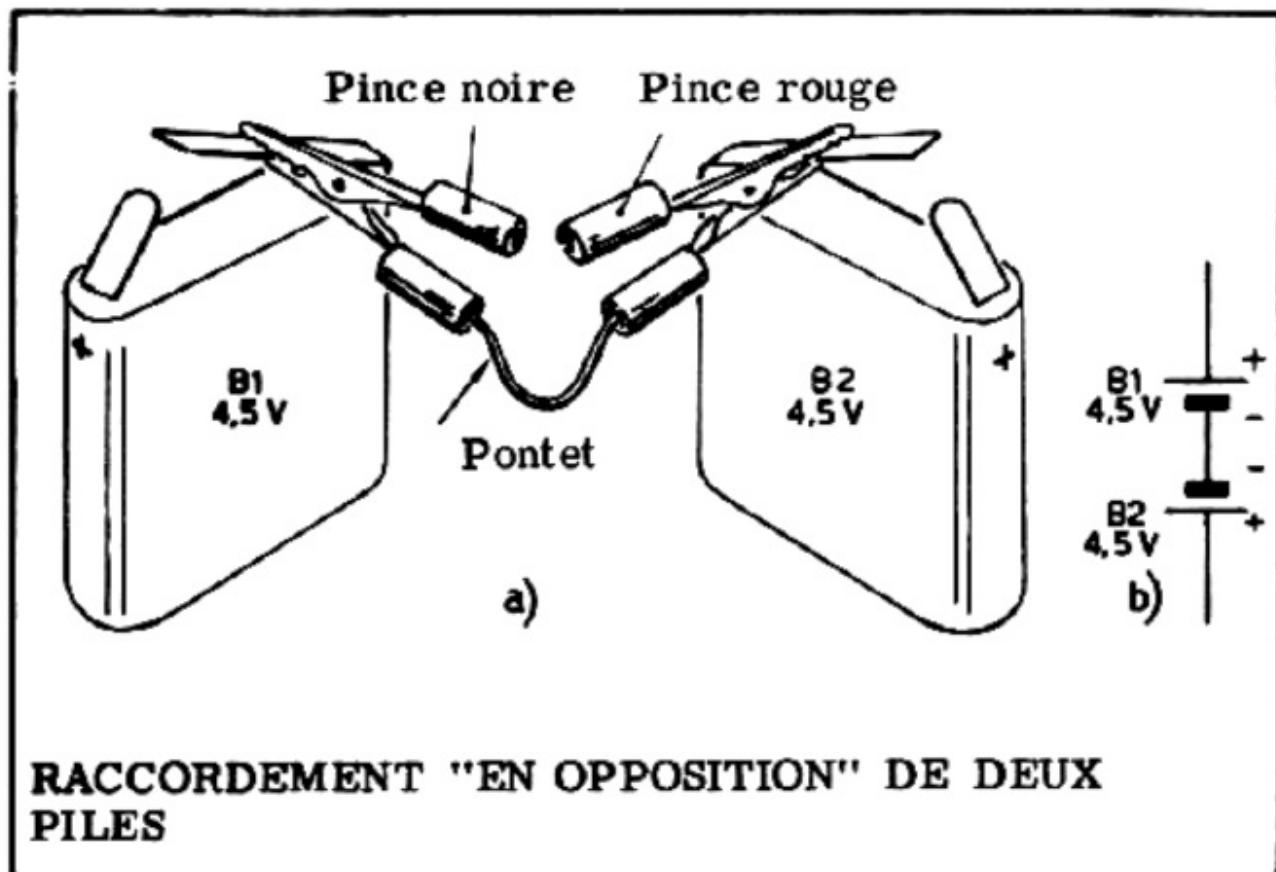

Figure 22
b) Débranchez la pince rouge du pontet du pôle positif de la pile B 2 - et reliez-la au pôle négatif de la même pile (figure 22 - a). Le schéma électrique de ce raccordement se trouve figure 22 - b. Les deux piles sont à présent *EN OPPOSITION*.